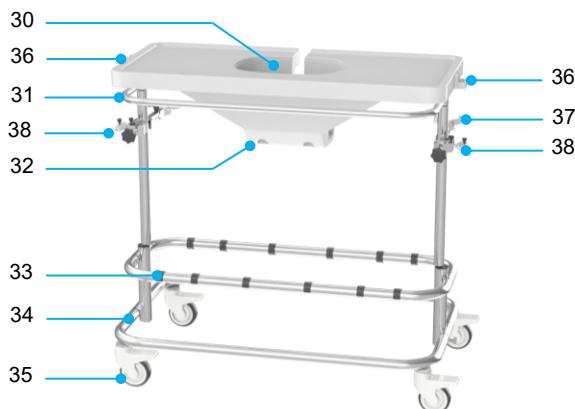
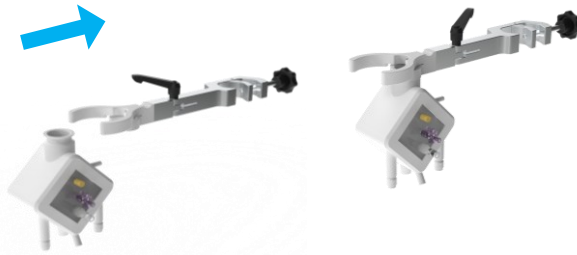

Figura 8 Trolley
Figura 11 Collegamento dell'ossigenatore al supporto
L'unità termica e le due unità pompa sono fissate su un trolley (vedere la Figura 8). Il trolley è dotato di ruote con freni e di una barra di spinta che rende possibile il trasporto all'interno dell'ospedale.
- Posizionare il trolley nella posizione corretta e azionare i freni delle ruote (Figura 8, voce 35).
- Posizionare il reservoir del fegato nella cavità sul piano d'appoggio di Liver Assist (Figura 8, voce 30).
- Orientare i tubi blu verso il lato venoso (PV) e i tubi rossi verso il lato arterioso (HA).
- Posizionare i trasduttori di pressione nei supporti su ciascun lato del piano d'appoggio (Figura 8, voce 36).
- Posizionare gli ossigenatori nei supporti sul trolley (Figura 8, voce 37) esercitando pressione sul morsetto (vedere la Figura 11).